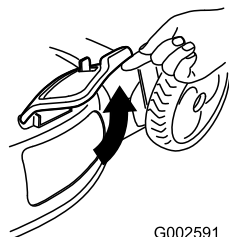

Figure 30
2. Lift open the side-discharge door (Figure 30).